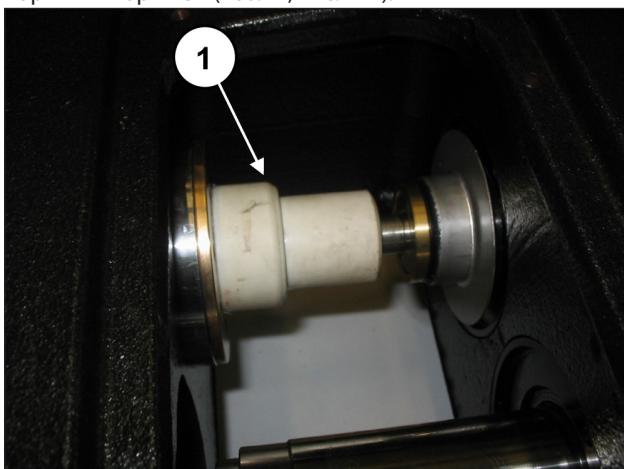

Рис. 141
Вставьте оправку арт. 27516600 между направляющей поршня и поршнем (поз. ①, Рис. 141).